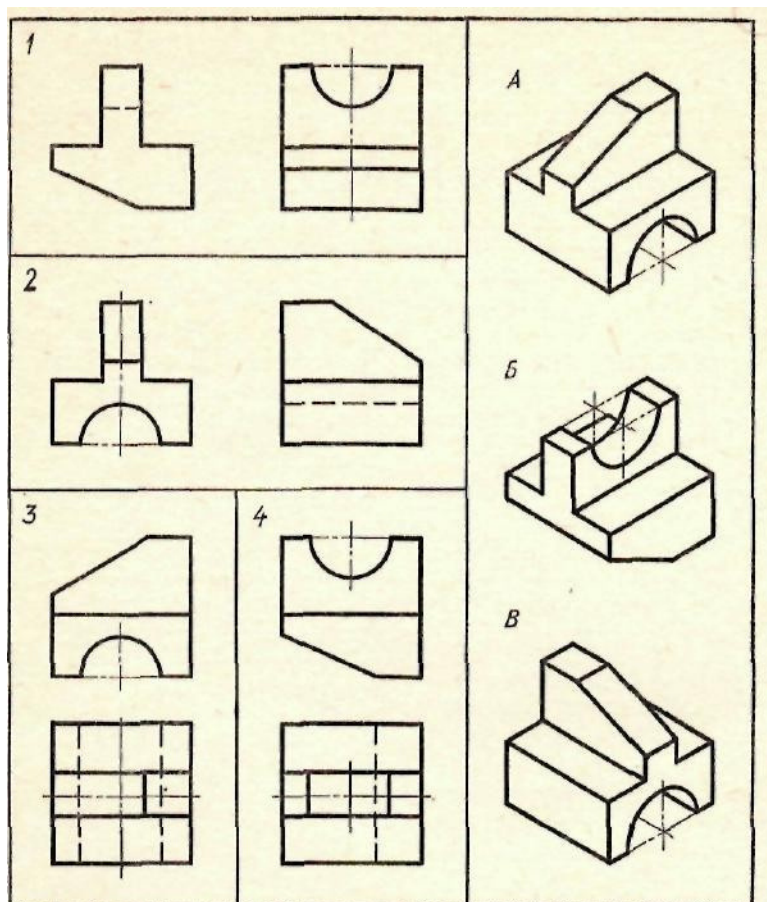

Рис. 27
**Пример 2** (рис. 27). Содержание этого задания заключается в формировании графических знаний, связанных с особенностями способов отображения пространственных свойств предметов, а не с самими пространственными свойствами. Усиление внимания учащихся к проекционным особенностям изображений достигается тем, что два чертежа из сравниваемых заданы видами